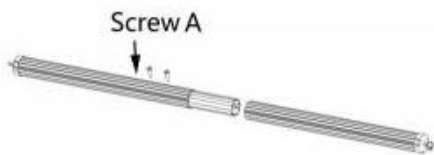

Figure C8
3.4.1 Extraiga el tubo enrollador del toldo y los tubos de conexión internos correspondientes, conéctelos como se muestra en la figura y fíjelos con los tornillos autorroscantes A para formar una sola pieza. (Figura C8)